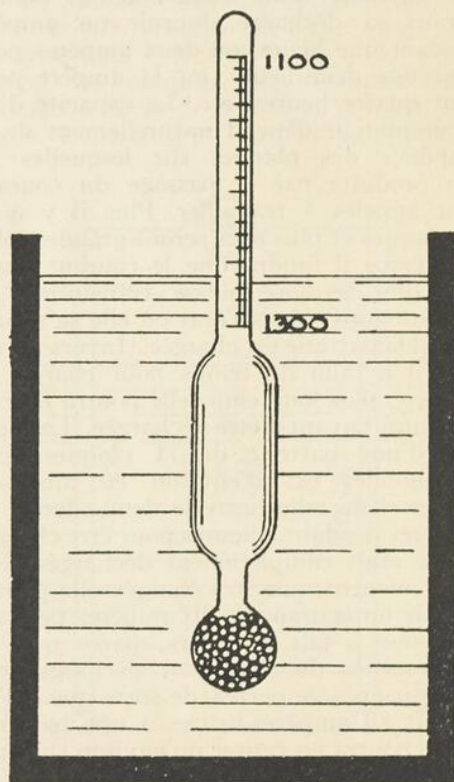

FIG. 29
**Hydromètre:** C'est un tube de verre dont la partie supérieure porte une échelle graduée et est d'un diamètre plus petit que la partie inférieure. Le tube est fermé aux deux bouts et le gros bout contient des grains de plomb de chasse pour le lester de manière qu'il flotte dans une position verticale lorsqu'il est plongé dans un liquide (Fig. 29.)